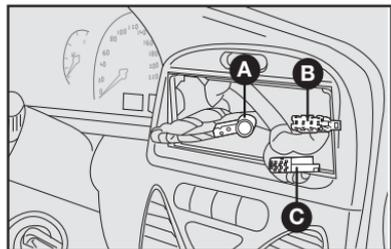

fig. 65
- Cables para la alimentación de la radio **C-fig. 65**.
- Cables para los altoparlantes **B-fig. 65**.
- Cable para la antena **A-fig. 65**.